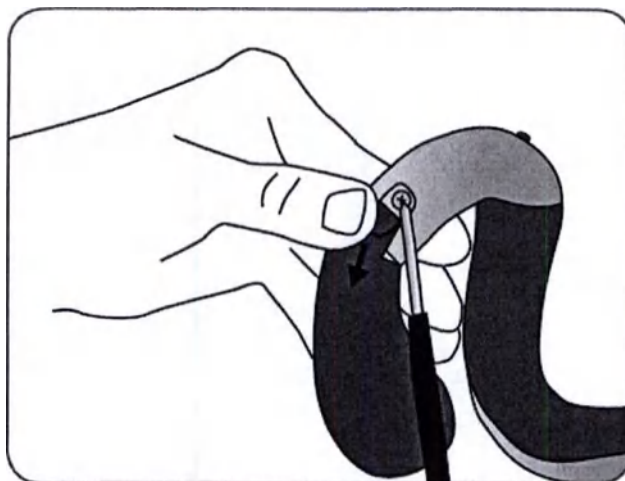

Рис. 6-2 Подключение тенара к ортезу.
4. Затяните винт тенара. Винт фиксирует тенар и обеспечивает электрический контакт между ним и ортезом. См. рисунок 6-2.